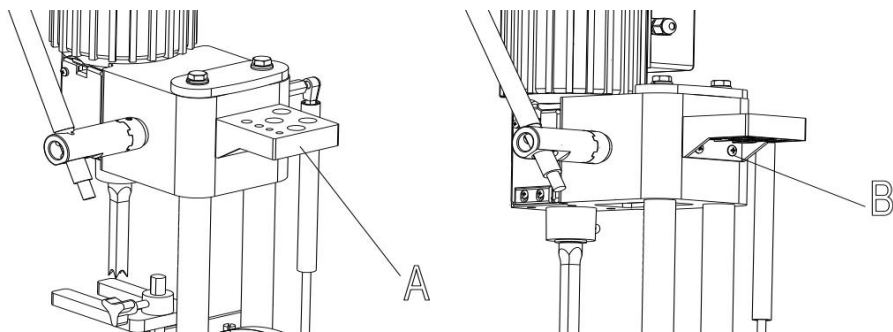

Fig 8
15.Montera verktyget och mejselhållaren (A) Fig8, vid sidan av kolumnen med hjälp av de två